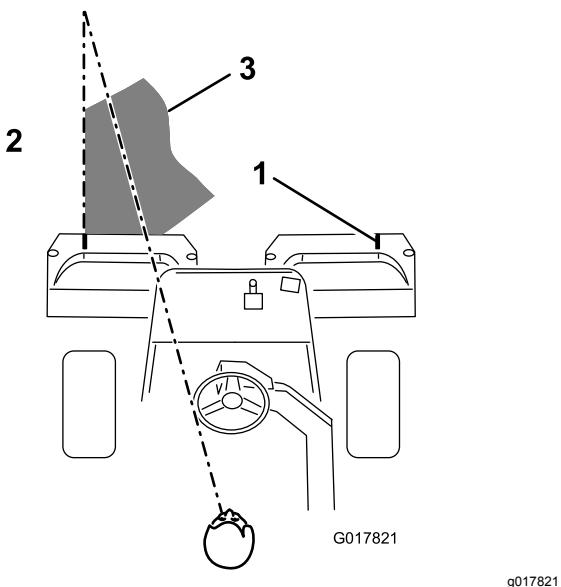

Bild 39
**Hinweis:** Damit Sie in einer möglichst geraden Linie über die Grünfläche fahren und einen gleichmäßigen Abstand zum zuvor gemähten Rasenstück einhalten, sollten Sie sich eine imaginäre Sichtlinie ungefähr 1,8 m bis 3 m vor der Maschine bis zum Rand des noch ungemähten Teils der Grünfläche vorstellen (Bild 39).
Manche Leute finden es auch hilfreich, die äußere Kante des Lenkrads in die Sichtlinie mit einzubeziehen, d. h. sie halten das Lenkrad in einer Linie mit einem Punkt, der immer im gleichen Abstand von der Vorderseite der Maschine bleibt (Bild 39).